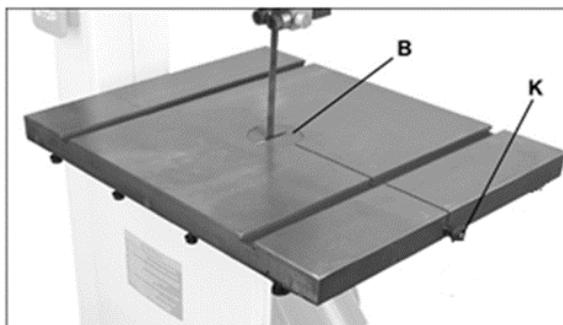

Рис. 4
2. Вытяните штифт стола (K, Рис. 4) из гнезда и снимите вкладыш стола (B).